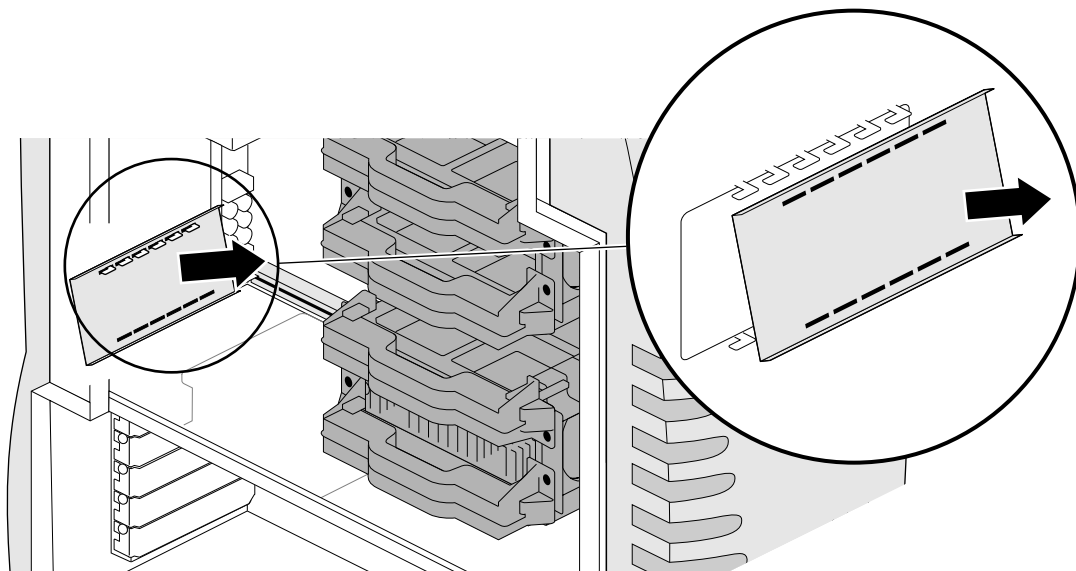

図 5-16 Silicon Graphics SD1100 I/O ブランクパネルの取り外し
7. ワークステーションの側面に向かい、I/O ブランクパネルを手前に引いてから、I/O 開口部に付いているフックから外します (図 5-16)。I/O ブランクパネルは、保管しておいてください。これは、Silicon Graphics SD1100 ボードを取り外して交換用のボードを取り付けない場合に必要になります。